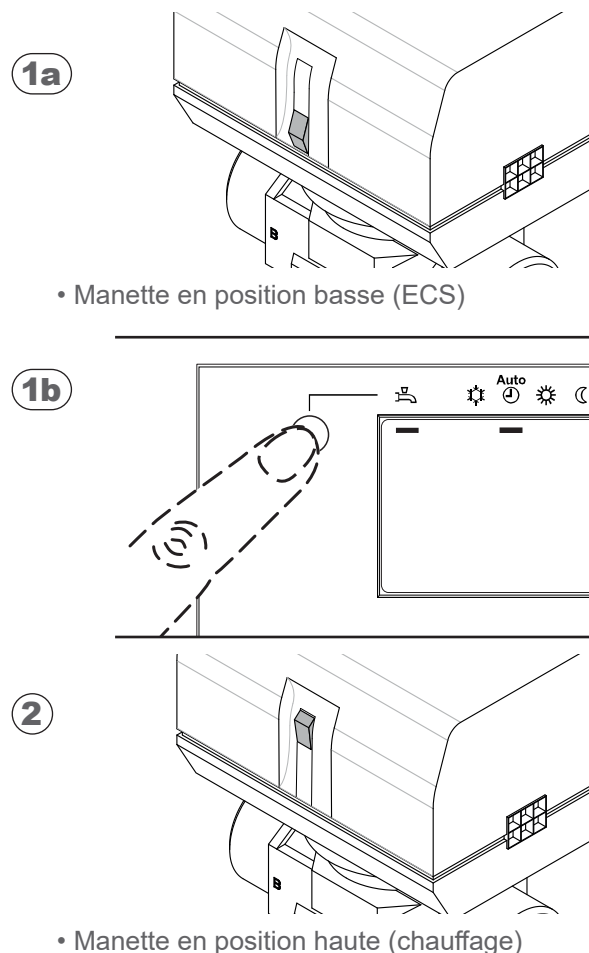

fig. 45 - Vanne directionnelle en position chauffage
• **1a** - Si la manette de la vanne directionnelle est en position basse (position ECS) (fig. 45) :
• **1a** - La manette de la vanne directionnelle doit être en position basse (position ECS) (fig. 45). Suivre la procédure à partir du N° 2.
- **1** - Si la manette de la vanne directionnelle est en position basse (position ECS) (fig. 45) :
- **1a** - La manette de la vanne directionnelle doit être en position basse (position ECS) (fig. 45) . Suivre la procédure à partir du N° **2**.